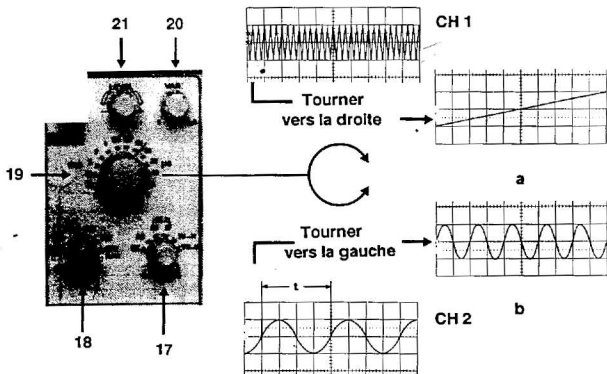
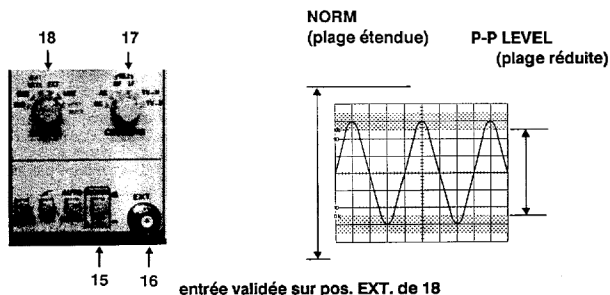

Fig 3.5
Fig 3.6
- Appuyer sur le poussoir 15 (voir Fig 3.6) pour stabiliser cette image en adoptant le mode de déclenchement "crête à crête" (P-P) et retoucher éventuellement la position de la commande 21 (voir Fig 3.5), ajuster vers + ou - le niveau de déclenchement.
- Lorsque l'image est stable, tourner la commande 19 pour fixer le nombre de périodes du signal observé (choix de T/div voir Fig 3.5, en notant que pour les positions de 19 > ou = 5ms, le mode de balayage est découpé alors que pour les positions < 5ms il est alterné).
- vérifier si le niveau de déclenchement se trouve bien dans une plage "réduite" plus "fine" à régler (15 enfoncé). Si l'on désire une plage plus étendue, relâcher 15 pour obtenir une recherche plus lente à l'aide de 21 (la plage pouvant alors dépasser les limites verticales du graticule, voir Fig. 3.6).
Note : on peut également dans certains cas d'emploi bien spécifiques faire appel à un déclenchement lié à la fréquence du "réseau local" (18 sur LINE, voir Fig 3.6) ou à la fréquence d'un signal d'origine externe appliqué à l'entrée EXT 16 (fréquence liée au signal observé et niveau respectant les conditions paragraphe 3.1.3).